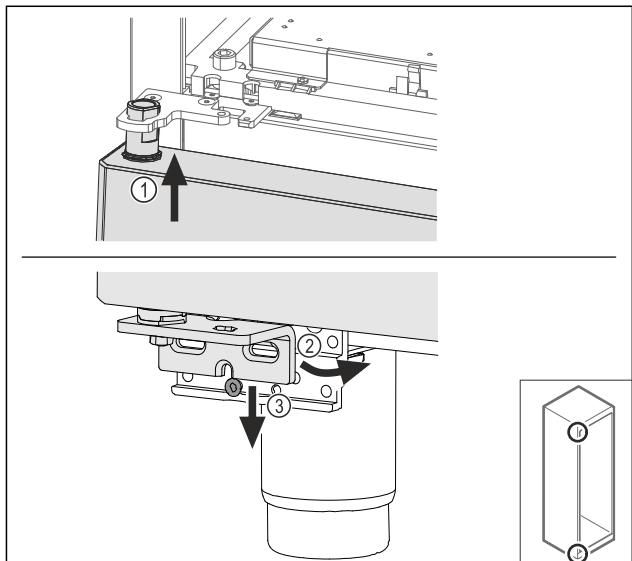

Fig. 60
► Introducir la puerta ligeramente inclinada en la parte superior Fig. 60 (1), alinear la puerta para que quede recta Fig. 60 (2) y colocarla en la parte inferior del tornillo de soporte de cojinetes Fig. 60 (3).